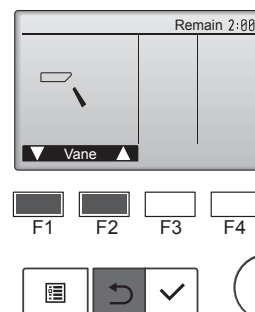

Fig. 7-4
- 2 Tryk på knappen [VÆLG] for at få vist driftsskærmen Vane (vingedrift), og tryk derefter på knapperne [F1] og [F2] for at kontrollere autovingen. (Fig. 7-4)